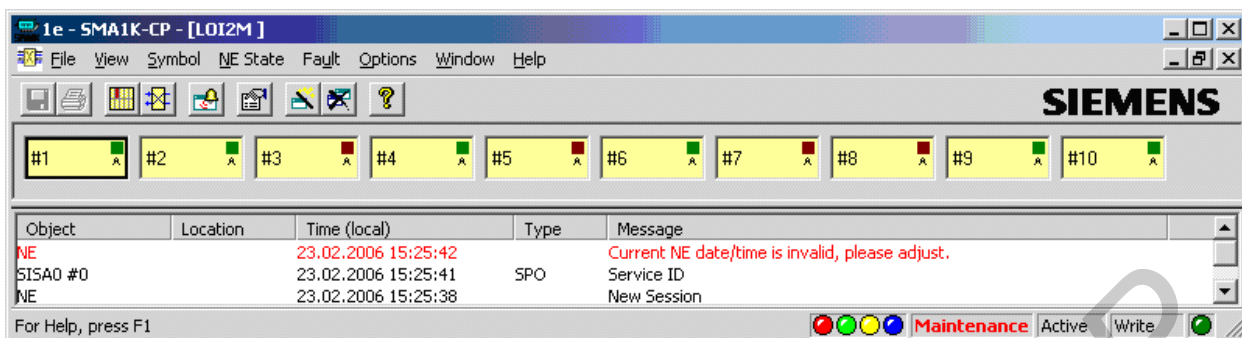

Рисунок 4.8 – Окно LOI2M
1) Subview – внутреннее устройство. Раскрывает внутренне устройства функциональной группы LOI2M (рисунок 4.8). Каждое окошко (#1 ... #10), отображённое в окне LOI2M, раскрывает один из 10 разъёмов типа RJ-45 (RJ45-1–RJ45-10). Данная команда выполняется при двойном нажатии правой кнопкой мыши по окошку LOI2M в окне Function View;